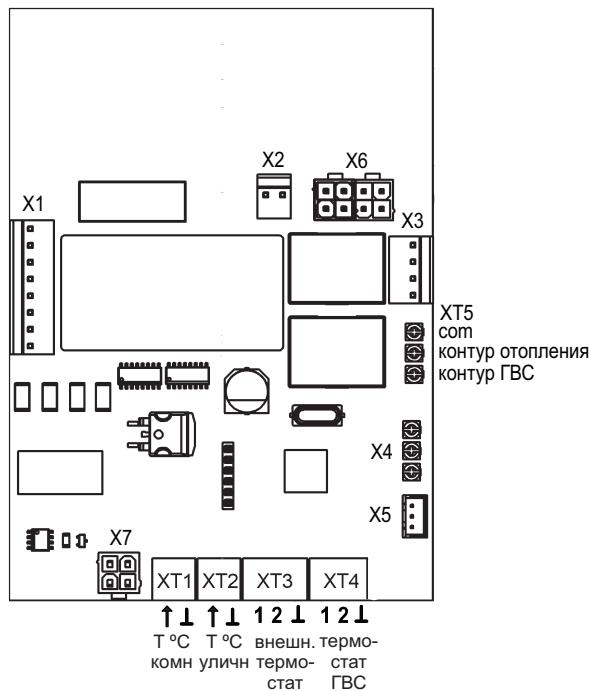

Рисунок 5. Подключение к разъёмам на плате.
Расположение разъёмов для подключения внешних устройств показано на рис. 5.
5.10.3 разъём XT3 предназначен для подключения внешнего термостата, ведущего котла или управляющих контактов системы управления температурой помещения (MY HEAT GSM, MY HEAT SMART или аналогичной). Для включения нагрева крайние контакты разъёма (1 и ⊥) должны замкнуться, для отключения – разомкнуться. Трёхпроводной термостат следует подключить в соответствии с рис. 5. В случае применения нормально замкнутого (нагрев до размыкания) двухпроводного внешнего воздушного термостата (или ведущего котла), подключаемого к контактам 1 и 2, контакты 2 и ⊥ должны быть соединены перемычкой. Срабатывание термостата вызовет отключение нагрева. При обратном срабатывании нагрев возобновится с параметрами, сохраненными при отключении.
5.10.4 разъём XT4 предназначен для подключения устройства контроля температуры косвенного водонагревателя, например модуля управления ГВС EVAN AQUA. В качестве устройства может выступать трёхконтактный термостат (подключаемый в соответствии с рис. 5), нормально замкнутый (нагрев до размыкания) двухконтактный термостат (подключаемый к контактам 1 и ⊥) или NTC-датчик 10 кОм (подключаемый к контактам 2 и ⊥).